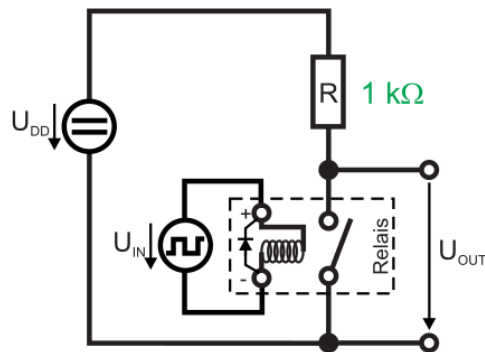

Abbildung 5.2: Aufbau: Relais mit Pull-Up-Widerstand
Um die Tauglichkeit des Relais als Schalter für die Digitaltechnik zu untersuchen, wird im Folgenden ein Inverter nach Abbildung 5.2 aufgebaut. Das dynamische Verhalten des Bauelements soll unter Verwendung eines Testsignals untersucht werden.
3. Bauen Sie die Inverterschaltung aus Abbildung 5.2 auf. Verwenden Sie den $1\text{ k}\Omega$ Widerstand als Pull-Up.